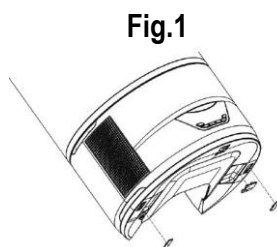

Fig.1
1. Rimuovere le cover per le connessioni della vaschetta (Fig.1);